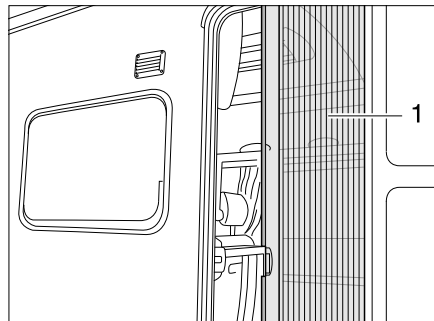

Bild 27 Insektenschutz
**Öffnen:** ■ Insektenschutz an dem Griff (Bild 27,1) ganz herausziehen.
**Schließen:** ■ Insektenschutz an dem Griff (Bild 27,1) zurückschieben.